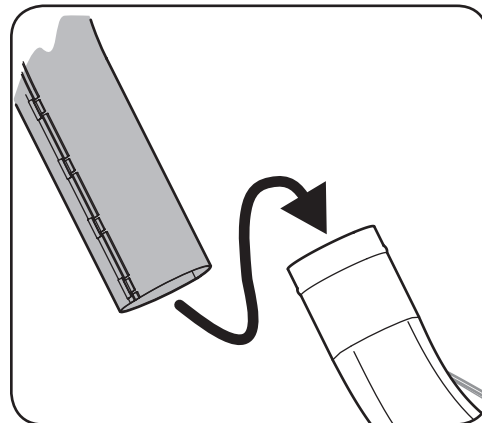

Figure 4-18
3. Faites glisser la goulotte supérieure en la secouant sur le coude de la goulotte déjà monté sur le plateau de coupe. Voir Figure 4-18.